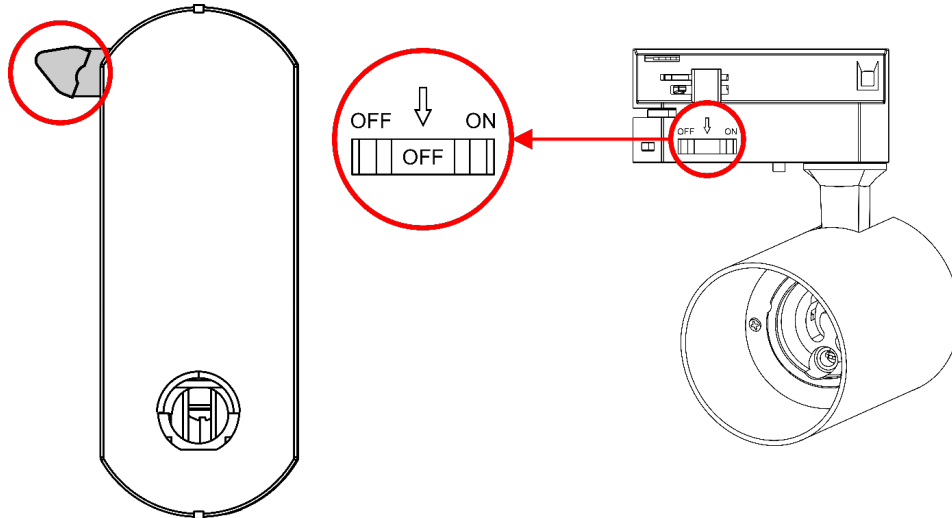

Fig. 06
- 02) Assurez-vous que l'**interrupteur d'alimentation (05)** est en position ARRÊT et que le **verrou de rail (06)** est en position déverrouillée (voir fig. 06).